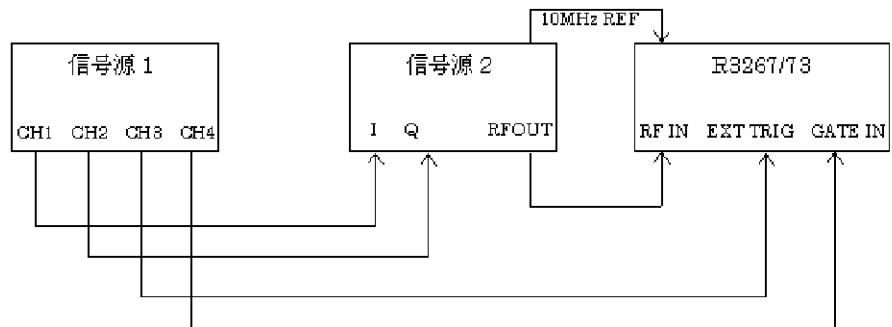

図 6-5 RF 入力 MS 測定接続図
1. R3267/73 と信号源を図 6-5 のように接続します。